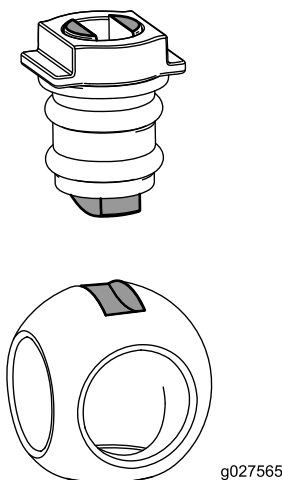

Figura 108
6. Introduza a bola no corpo da válvula (Figura 108).
Nota: A haste da válvula deve encaixar dentro da ranhura de acionamento da bola. Se a haste da válvula não encaixar, ajuste a posição da esfera (Figura 108).